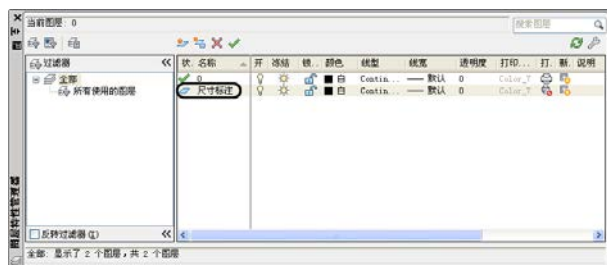

图 9.3 新建【尺寸标注】图层
(1) 在菜单栏中选择【格式】/【图层】命令，在打开的【图层特性管理器】对话框中创建一个独立的图层，用于尺寸标注，如图 9.3 所示。
(2) 在菜单栏中选择【格式】/【文字样式】命令，在打开的【文字样式】对话框中